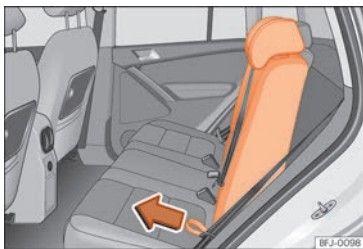

Abb. 93 Rücksitzlehne vor- und zurückklappen.
- Schlaufe »» [Abb. 93] in Pfeilrichtung nach vorn ziehen, dabei Sitzlehne festhalten und langsam nach vorn klappen »» ⚠.